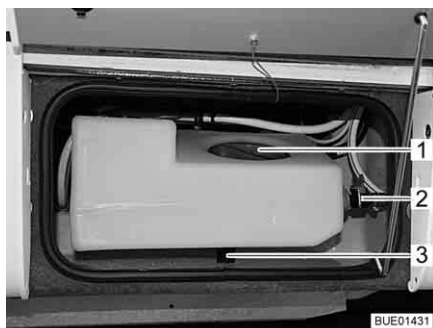
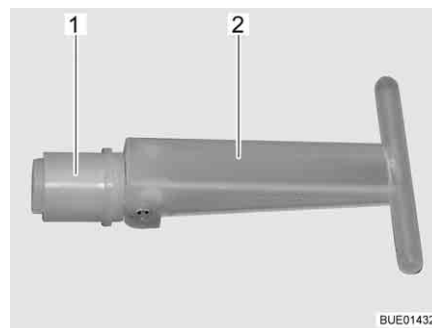

Fig. 229 Depósito de agua adicional
Fig. 230 Tapón de cierre
Al estar abierta la válvula de descarga (Fig. 229,2), la cantidad de llenado estará limitada a aprox. 30 l; el agua excesiva saldrá. Si la válvula de descarga está cerrada, estará a disposición el volumen completo del depósito.
Si se retira el tapón de cierre (Fig. 230,1) en el interior del depósito de agua adicional, el agua saldrá a través del desagüe (Fig. 229,3). Al tapón de cierre se tiene acceso a través de la abertura de servicio (Fig. 229,1).
- Asegurar que el tapón de cierre (Fig. 230,1) en el depósito de agua adicional esté cerrado (el asidero (Fig. 230,2) está plegado).
- Asegurar que esté cerrada la válvula de descarga (Fig. 229,2).
- Abrir la abertura de servicio (Fig. 229,1) del depósito de agua adicional.
- A través de la abertura de servicio, poner el asidero (Fig. 230,2) del tapón de cierre (Fig. 230,1) en posición vertical y extraer el tapón de cierre.
- Abrir la válvula de descarga (Fig. 229,2) del depósito de agua adicional.